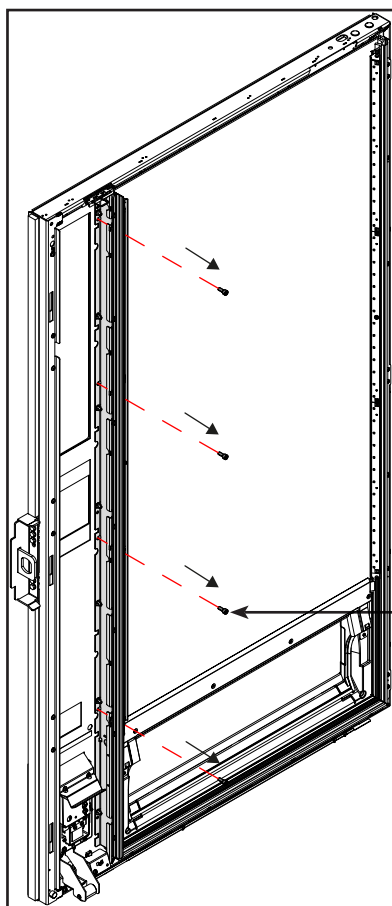

Bild 5
5. 4x Zylinderschraube Innensechskant SW5 demontieren (Bild 5).